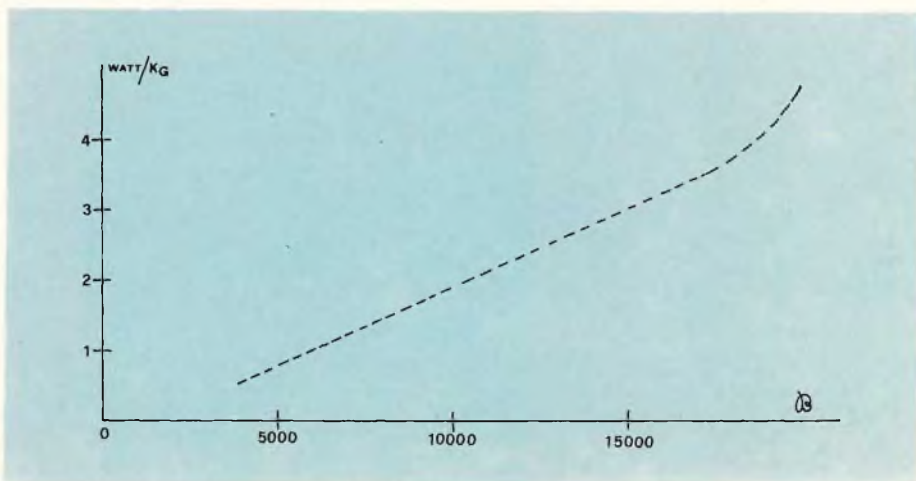

Fig. 2 - Grafico relativo all'induzione magnetica nei confronti della frequenza di rete.
3) Perdite nel ferro in watt/kg in funzione dell'induzione "B"; generalmente queste perdite si intendono valutate alla frequenza di 50 periodi; le curve si ricavano sperimentalmente e dipendono dalla qualità del ferro e da altri fattori; poiché il tracciarle è operazione troppo complessa, si può ritenere valida quella data in Fig. 2, per impiego di malierini al silicio, come sono appunto quelli di solito usati nella costruzione dei piccoli trasformatori, e per spessori normali; essa dice che per $B = 1000$ si può ritenere di circa 2 watt/kg.
Nelle considerazioni che seguono riteniamo questo valore costante per i nuclei dei trasformatori, mentre per quelli delle resistenze induttive, nelle quali "B" ha valori generalmente più alti, si dovrà ricorrere alla Fig. 2 i cui valori si riferiscono a una frequenza di 50 periodi. Se si devono costruire un certo numero di trasformatori, sarà bene montare dapprima un nucleo sperimentale, circondato da un opportuno avvolgimento, per rilevarne le curve magnetiche, secondo il sistema che esponiamo.